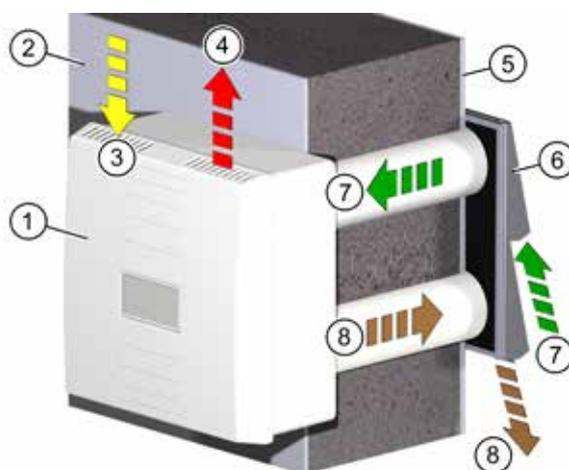
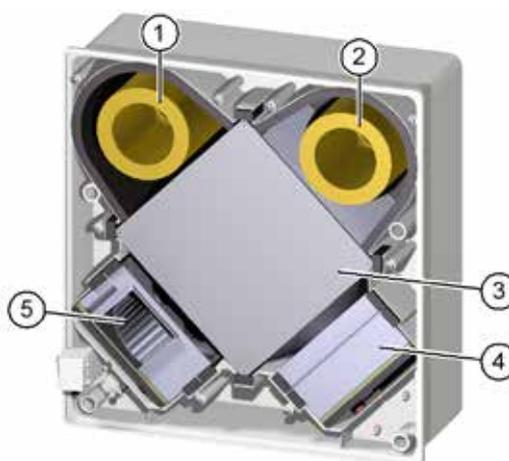

Fig. 7: Principio di funzionamento dell'apparecchio di ventilazione
Fig. 8: Componenti per il ricambio d'aria
Il ventilatore dell'aria inserita (pos. 5 nella Fig. 8) trasporta l'aria esterna (pos. 7 nella Fig. 7) attraverso il filtro dell'aria inserita (pos. 2 nella Fig. 8) e lo scambiatore di calore a piastre a correnti incrociate (pos. 3 nella Fig. 8) nel vano interno come aria inserita (pos. 4 nella Fig. 7). Il ventilatore dell'aria estratta (pos. 4 nella Fig. 8) aspira l'aria estratta (pos. 3 nella Fig. 7) dal vano interno. Nel filtro dell'aria estratta (pos. 1 nella Fig. 8) l'aria estratta viene pulita, fatta passare attraverso lo scambiatore di calore a piastre a correnti incrociate e fatta defluire all'esterno come aria espulsa (pos. 8 nella Fig. 7).